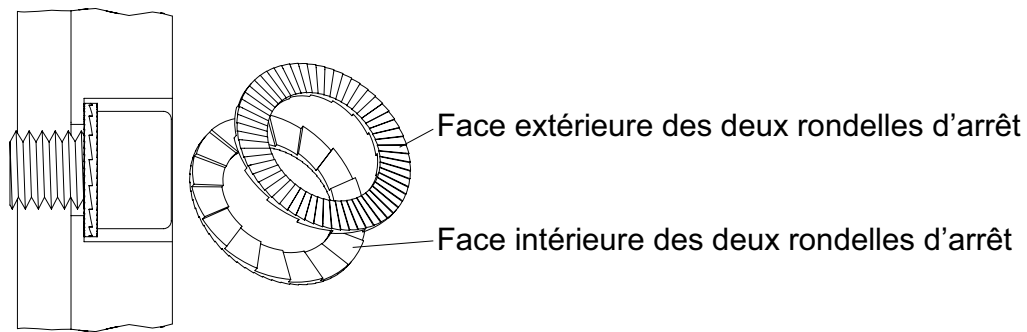

Figure 5 Position de montage des rondelles-freins Nord-Lock®
ATTENTION *Respecter la position de montage et le couple de serrage correct des rondelles-freins Nord-Lock® conformément à la figure 5 et au tableau des couples de serrage !*
- Glisser les rondelles-freins (7/106) en position de montage correcte (voir figure 5).
- Glisser les rondelles-freins (8/2) en position de montage correcte (voir figure 5).